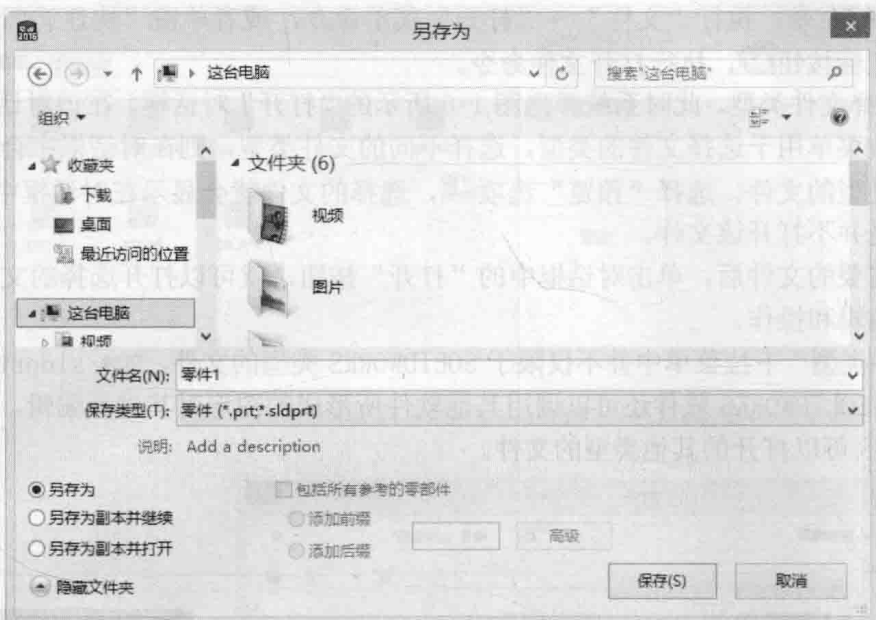

图 1-7 “另存为”对话框
**02** 设置保存类型。此时系统弹出如图 1-7 所示的“另存为”对话框。在该对话框中，“保存为”一栏用于选择文件存放的文件夹；“文件名”一栏用于输入要保存的文件名称；“保存类型”一栏用于选择所保存文件的类型。通常情况下，在不同的工作模式下，系统会自动设置文件的保存类型。
在图 1-7 所示的“另存为”对话框中，可以在文件保存的同时保存一份备份文件。保存备份文件，需要预先设置保存的文件目录。设置备份文件保存目录的步骤如下：